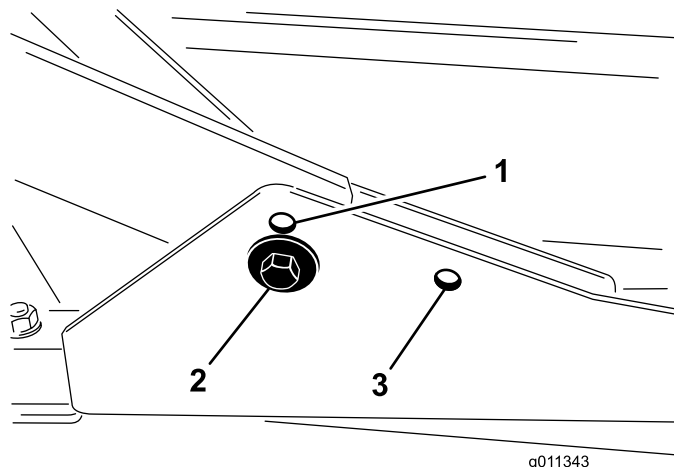

Figura 7
1. Per altezze di taglio comprese tra 2,0 e 7,6 cm, montate i telai portanti anteriori nei fori di montaggio anteriori inferiori (Figura 7).
2. Per altezze di taglio comprese tra 6,3 e 10 cm, montate i telai portanti anteriori nei fori di montaggio anteriori superiori (Figura 7).
Per tutte le altezze di taglio, montate il piatto di taglio posteriore nei fori di montaggio posteriori (Figura 7).